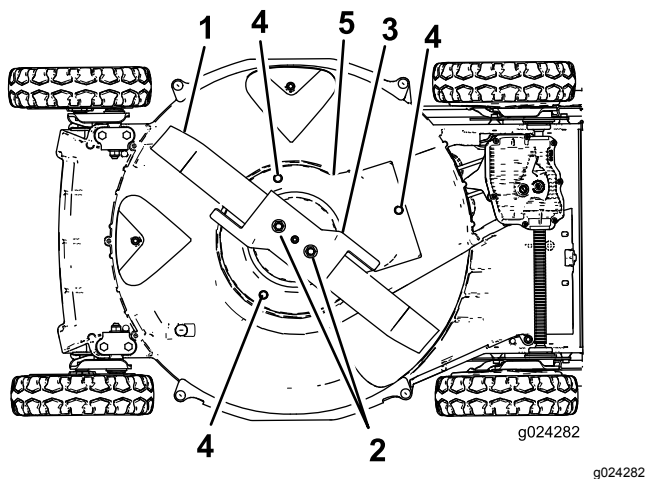

図 37
6. ブレードナット2個、アクセル、ブレードを取り外す 図 37。
7. ブレードブレーキクラッチのシールドをデッキに固定しているねじを取り外す 図 37。